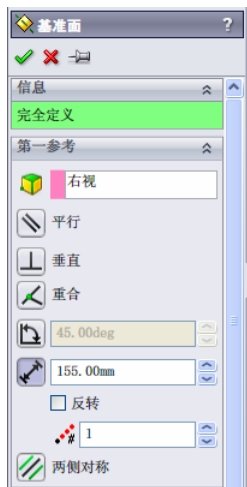

图 7-50 “基准面”属性管理器
① 添加基准面。选择菜单栏中的“插入”→“参考几何体”→“基准面”命令，或者单击“参考几何体”工具栏中的“基准面”图标，此时系统弹出如图 7-50 所示的“基准面”属性管理器。在属性管理器的“参考实体”一栏中，用鼠标选择“FeatureManager 设计树”中的“右视基准面”；在“距离”一栏中输入值 155，注意添加基准面的方向。单击属性管理器中的“确定”图标按钮，添加一个基准面。